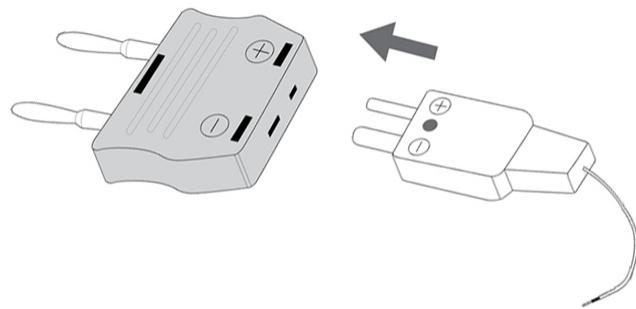

图 2-13 将热探头连接到非补偿转换适配器
- 2 按图 2-13 所示, 将小型热探头连接到非补偿转换适配器。.